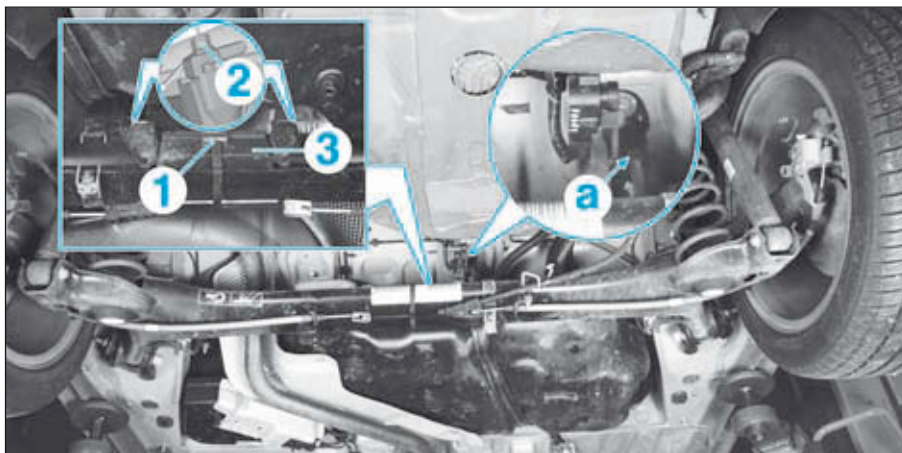

FIG.61
- Désaccoupler, sur les versions équipées de lampes au xénon, la biellette en (a) (Fig.61).
- Dégrafer la sangle (1).
- Desserrer les vis (2).
- Déposer l'amortisseur de vibrations (3).